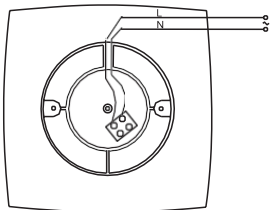

Abbildung 3A. Anschlussplan
Der elektrische Anschluss erfolgt durch Lösen der Schrauben (2), bis sich die Abdeckung (3) löst. Anschließend muss das Netzkabel an die Klemmleiste (E) angeschlossen werden: der Neutraleiter an die Klemme N und der Phasenleiter an die Klemme L (Abbildung 3A – Anschlussplan). Setzen Sie die Abdeckung (3) wieder auf das Gehäuse und ziehen Sie die Schraube (2) fest. Drücken Sie anschließend die Frontblende (A) nach unten, bis sie sicher in der Verriegelung (7) und der Verriegelung der Frontabdeckung (1) einrastet (Abbildung 2 – Bestandteile des Ventilators).